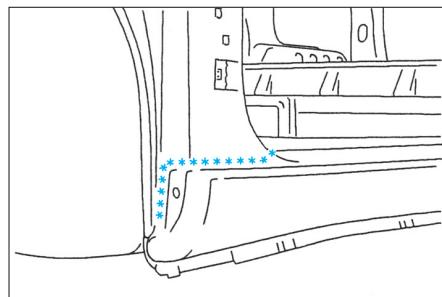
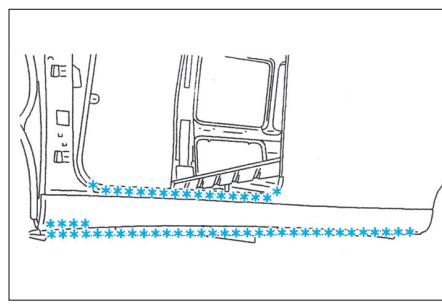

FIG. 60
FIG. 61
- Dégrafer les points à l'aide d'une fraise de Ø8 mm (Fig.60).
- Dégrafer les points à l'aide d'une fraise de Ø8 mm (Fig.61).
- Souder par points électriques (Fig.60) et (Fig.61).
- Souder par points bouchons MAG (Fig.60) et (Fig.61).